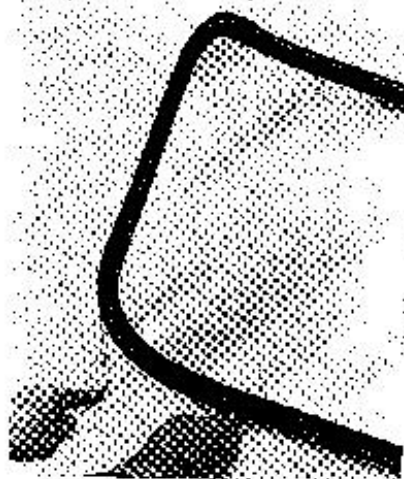

Fig. 25 - Applicazione della guarnizione in gomma sul cristallo del parabrezza.
- Applicare una nuova guarnizione di gomma lungo il contorno del cristallo (fig. 25) e inserire una cordicella resistente nella gola della guarnizione, come illustrato in figura.